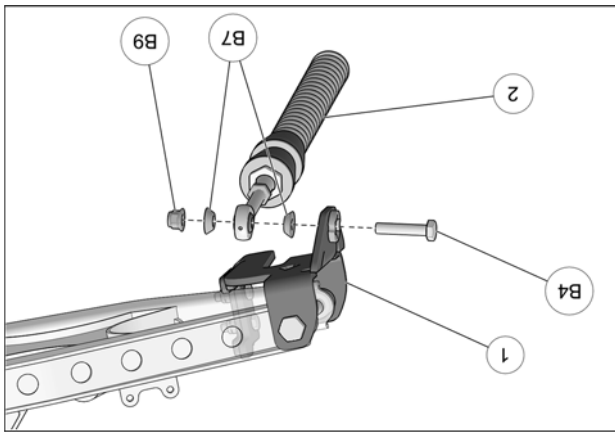

Fig. 16
17. Fixer le bras stabilisateur (2) à l'ancrage de suspension (1) à l'aide du boulon (B4), des espaces coniques (B7) et de l'écrou autobloquant (B9). Serrer à un couple de 70 N•m [52 lb•pi]. Voir la Fig. 16